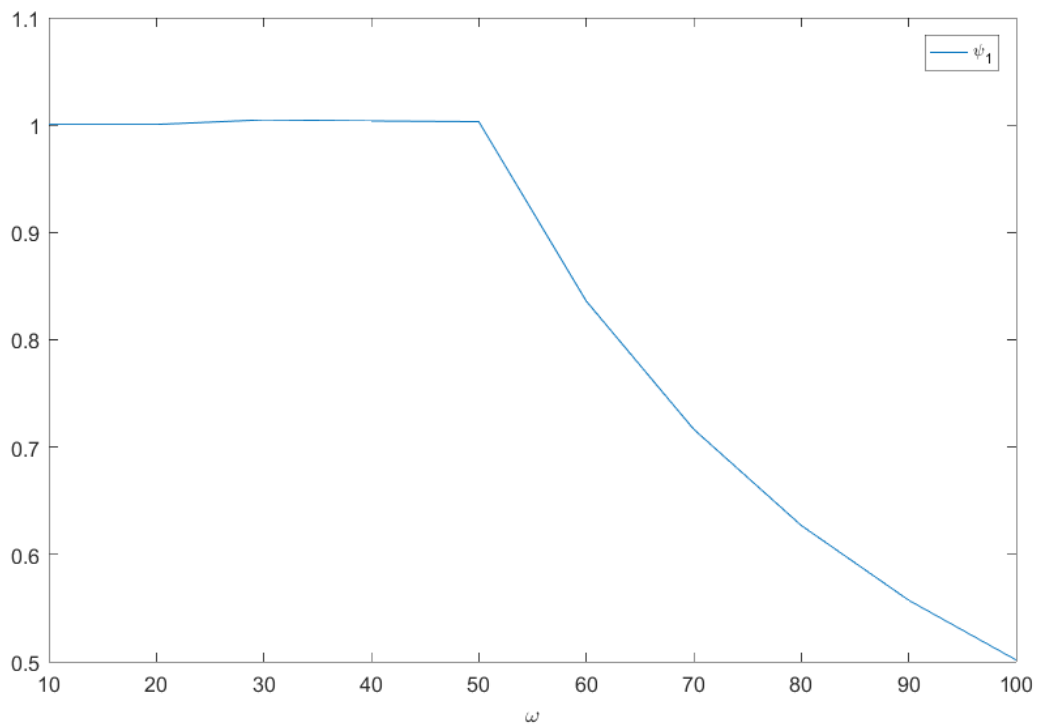
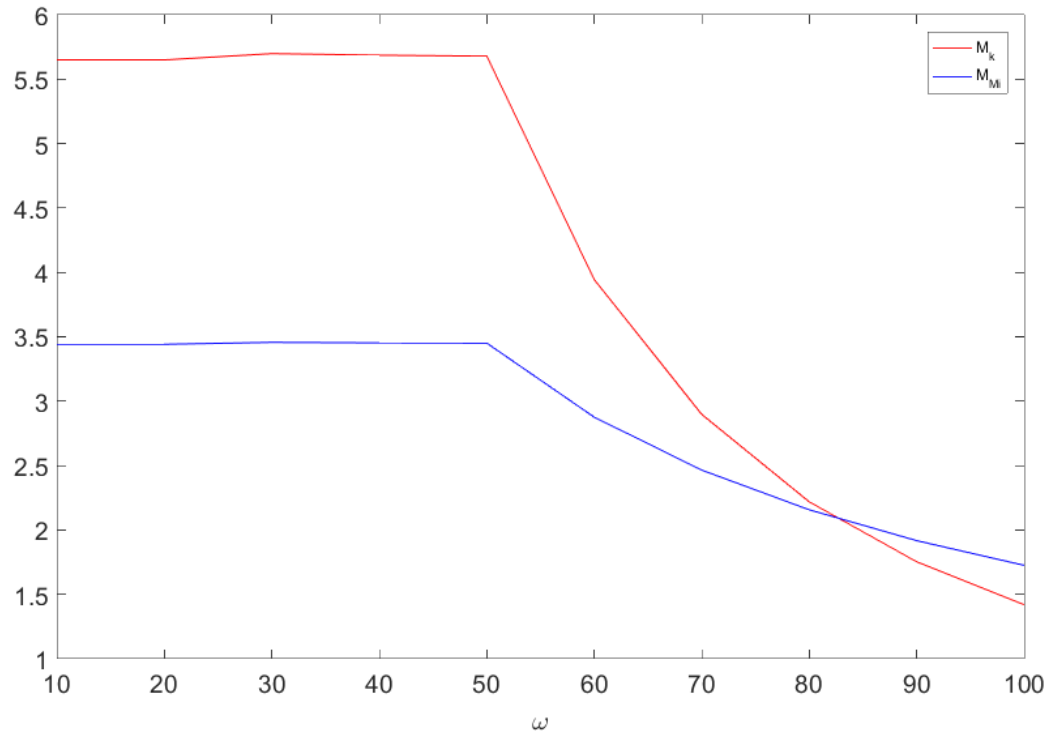

Abbildung 6.1: Betrag der Statorflussverkettung ψ_1
Abbildung 6.2: Verlauf Kippmoment M_k und Motormoment M_{Mi}
b) In Abb. 6.1 ist der Verlauf des Betrags der Statorflussverkettung ψ_1 zu sehen. Außerdem ist das Kippmoment des Motors in Abb. 6.2 dargestellt.
c) Das Motormoment M_{Mi} wird folgendermaßen berechnet und ist in Abb. 6.2 dargestellt.